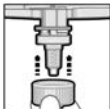

Fig. 3
5. När blandningsspetsen är i rätt läge (Fig. 3) för du över Dynamix-fixeringsringen på blandningsspetsen till stoppet och vrider den åt höger (1/4 varv) tills den sitter säkert på plats. (Figurer 4.1, 4.2, 5)